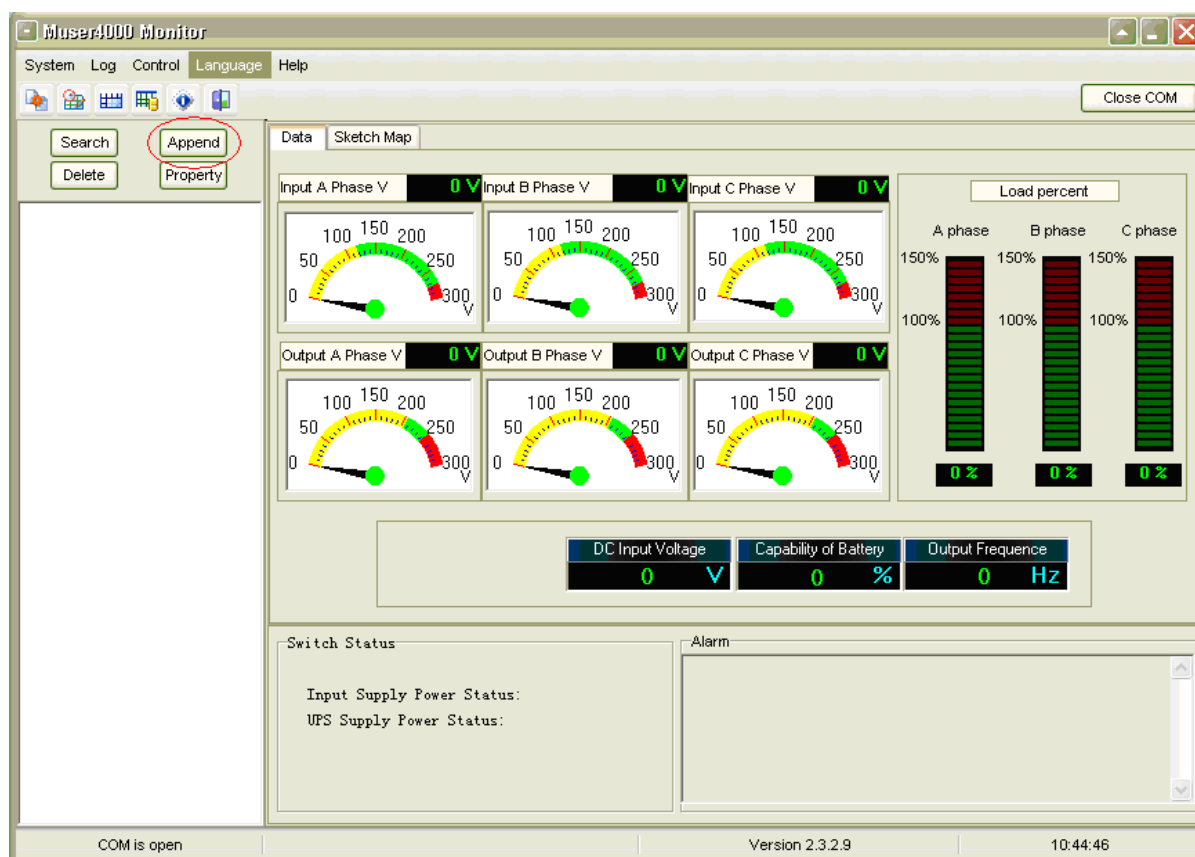

Fig. 5-24 Agregar equipo
- En la página principal de Muser5000, haga clic en el botón de «Append» (agregar) y accederá a la ventana «Append equipment» (agregar equipo) (Fig. 5-24).